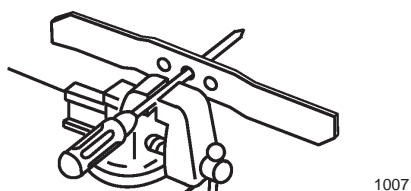

Figure 27
1. Vérifiez l'équilibre de la lame en enfilant le trou central sur un clou ou la tige d'un tournevis serré horizontalement dans un étau (Fig. 27).